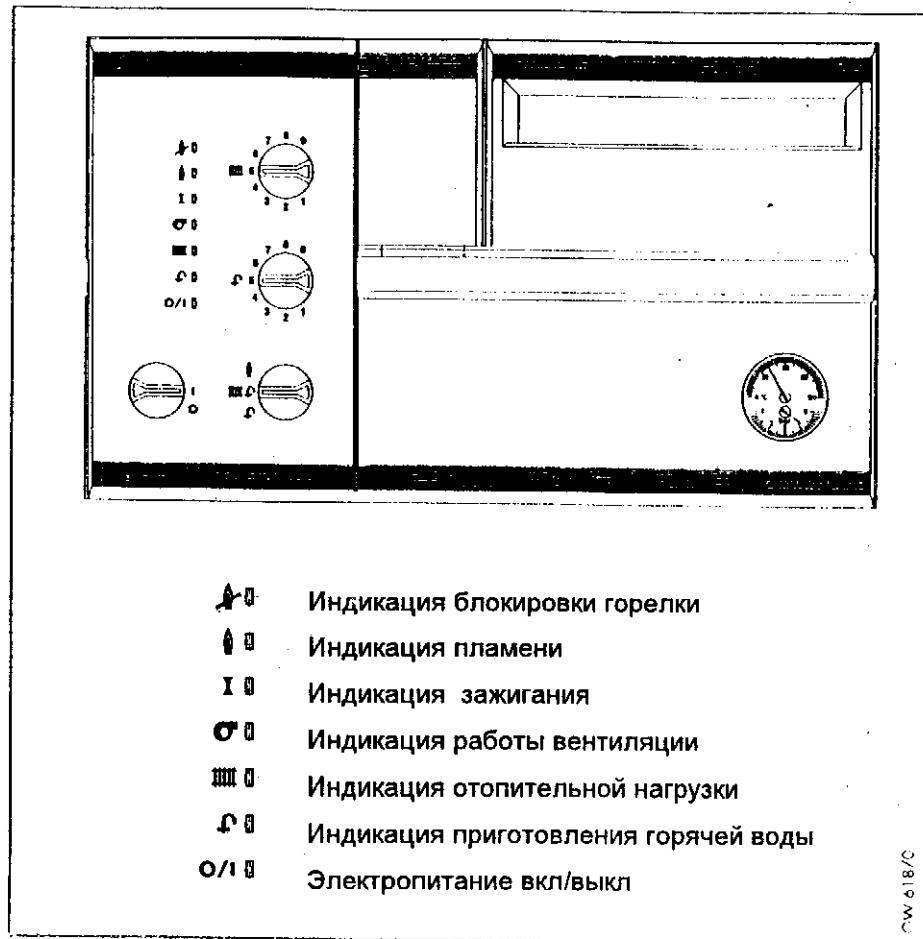

Рис. 8.1 На рисунке показан прибор VUW
Если прибор не начнет работать, то вспыхнет индикация "Заблокировано" ("Verriegelung") – см. рис. 8.1. Как правило, это означает, что нарушенна подача газа или же из трубопровода не до конца спущен воздух. Проверить еще раз подачу газа, а регулятор отопления поставить в положение "Устранение неисправности" – (II). Повторить попытку зажигания.
Данный прибор имеет систему индикации состояния, которая показывает рабочее состояние прибора. С помощью такой системы индикации состояния можно провести эксплуатационные испытания работы установки в режиме отопления и приготовления воды для хозяйственных нужд\* (рис. 8.1).